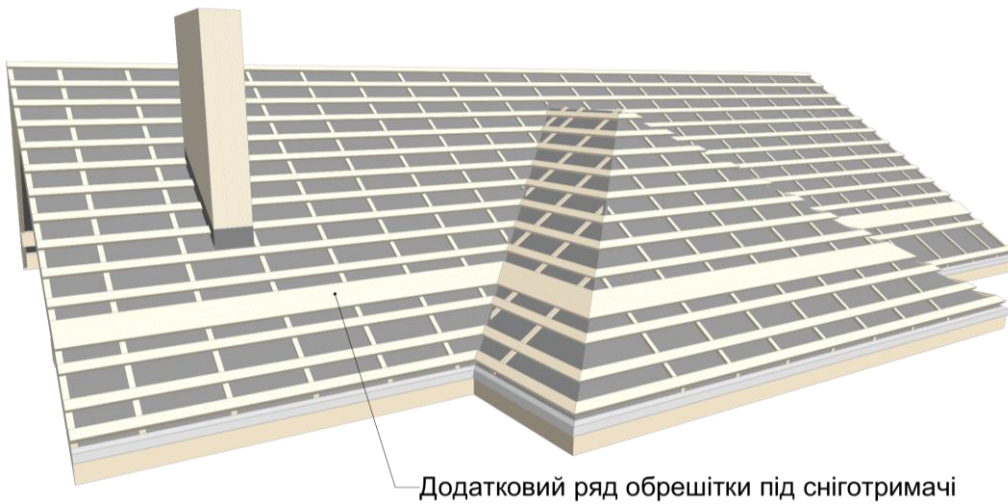

Рис.10 "Схема кріплення обрешітки"
- Для кріплення сніготримачів монтуємо додатковий ряд обрешітки так, щоб він знаходився в межах стіни, на яку спирається конструкція даху. Розміщення сніготримачів біля капітальної стіни дає можливість сконцентрувати навантаження від снігової шапки на цю стіну, зменшивши навантаження на крокви (Рис. 10).